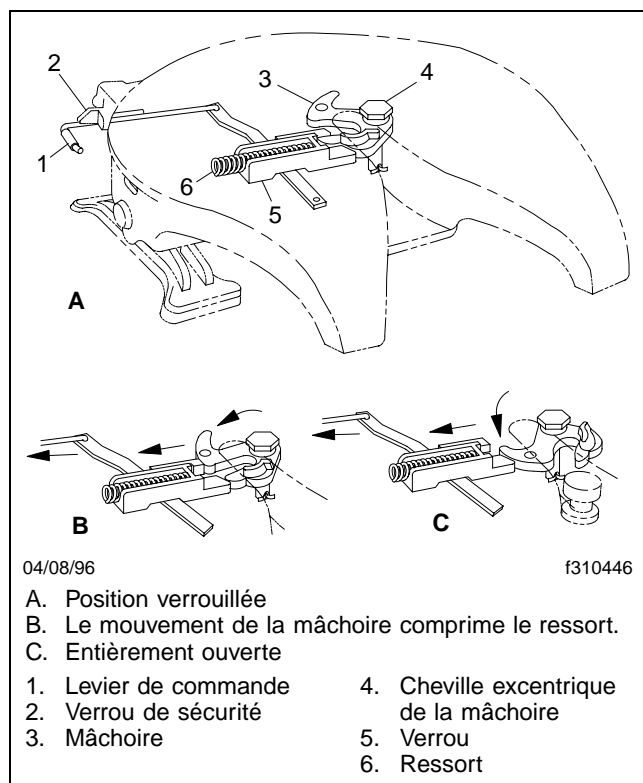

Fig. 10.10, Fonctionnement du mécanisme de verrouillage du pivot d'attelage de la série ASF Simplex
Le mécanisme de verrouillage de la sellette d'attelage de la série Simplex (**figure 10.10**) se compose d'une mâchoire rotative et d'un verrou à ressort qui retient le pivot d'attelage de la semi-remorque. La mâchoire tourne sur une cheville excentrique pendant l'attelage et le dételage. Le verrou à ressort retient la mâchoire en position verrouillée une fois que le verrouillage du pivot d'attelage s'est fait.
4. Positionnez le tracteur de sorte que le centre de la sellette d'attelage soit aligné sur le pivot d'attelage de la semi-remorque. Le pivot d'attelage doit être placé de façon à entrer dans la gorge du mécanisme de verrouillage. Voir la **figure 10.10**. Ajustez la béquille de la semi-remorque afin que le bord inférieur avant de la semi-remorque soit en contact avec la surface supérieure de la plaque inclinée de la sellette d'attelage, à environ 20 cm (8 po) avant le centre de la sellette d'attelage.